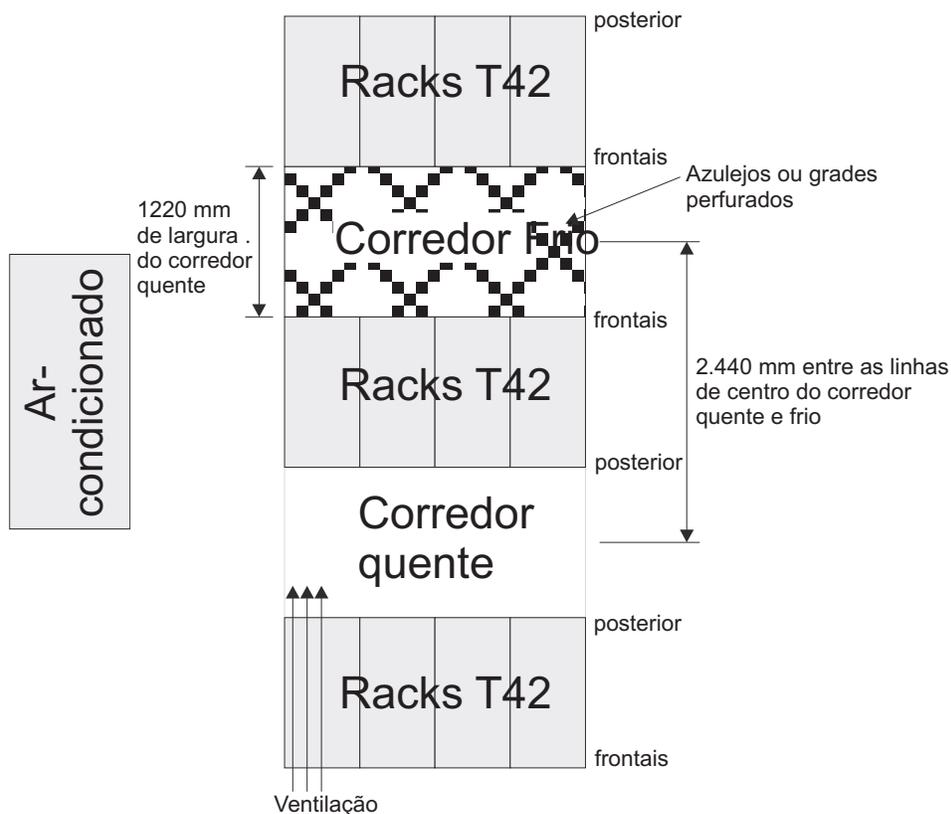

Figura 8. Exemplo de Configuração de Rack com Passagem Fria/Passagem Quente
- O ar entra na parte frontal do rack e sai na parte traseira. Para prevenir que ar liberado do rack entre na abertura de outra peça do equipamento, é necessário posicionar os racks em linhas alternadas, costas com costas ou frente a frente. Essa disposição é conhecida como *passagem fria e passagem quente* e é mostrada na Figura 8.